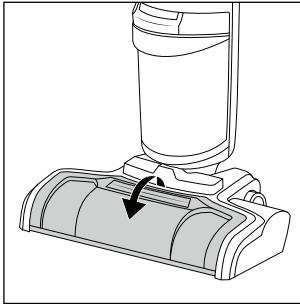

Fig. 33
- ◆ Agarre a proteção contra salpicos **7** pela borda na parte superior (**PULL**) e puxe-a para a frente, a fim de a remover do pé **3** (ver fig. 33).